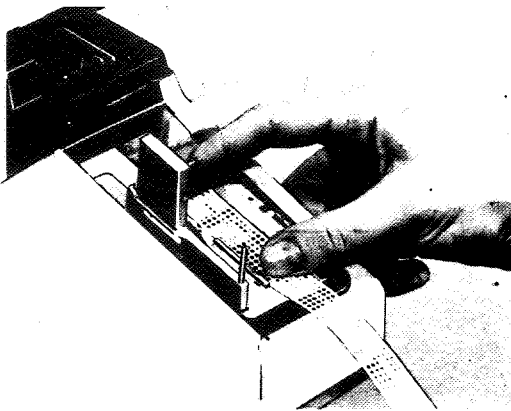

Fig. 2.6
- 3) - Posizionare la zona perforata in modo che i fori di tracciamento si incastrino perfettamente nei dentini della rotella di alimentazione nastro. (fig. 2.6)